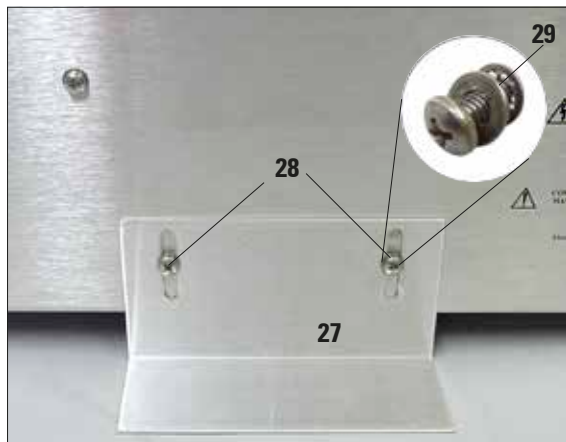

図 20
- サポートブラケットを装置背面に当て（図 20）、2 本のネジを挿入します。ここではまだ締め付けません。